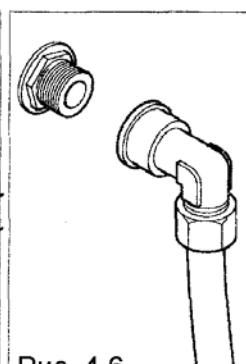

Рис. 4.6
- предполагаемое соединение – 3/8" gas (рис. 4.6)